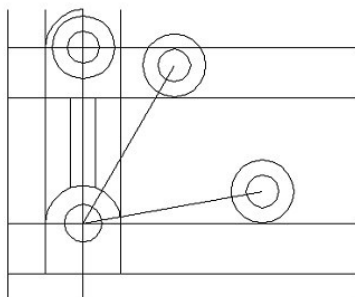

Figura 4 - Círculos concêntricos nos extremos das linhas 1 e 2.
26. Mude para o **layer visíveis**. No extremo direito das linhas 1 e 2 construa dois círculos concêntricos de raios 6.5 e 12.5, respectivamente (figura 4).
32. Mude para o layer **construção** e, na barra de *status*, pressione o botão *ORTHO* com o auxílio do mouse (só aceita o traçado de linhas horizontais e verticais). Entre no comando *LINE* e desenhe uma linha de construção, cujo primeiro ponto é o canto direito inferior da peça e o segundo é obtido pela coordenada relativa @ 0, 60.58. Para o terceiro ponto, clique com o botão esquerdo do mouse em qualquer ponto que cruze o arco mais próximo ao canto direito da peça (figura 4) (neste passo, o *OSNAP* deve estar desligado). Pressione *ENTER* para sair do comando *LINE*. Saia do modo *ORTHO*.